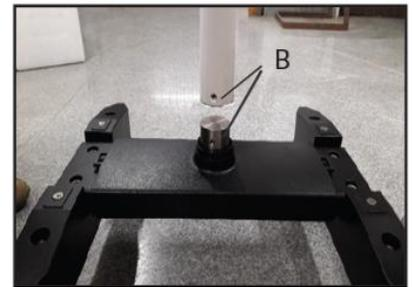
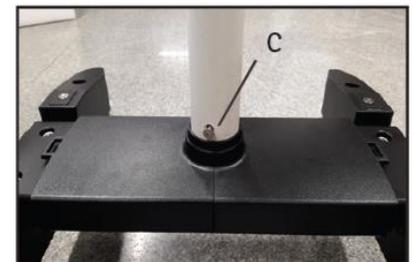

Abb. 35
Abb. 36
1. Öffnen Sie die Mikroskopbox. Nehmen Sie die Säule aus der Box. Setzen Sie diese Säule auf die Welle. Siehe B in Abb. 35.
1a. Richten Sie die Löcher der Säule mit den Gewindelöchern der Welle aus (siehe B Abb. 35) und ziehen Sie drei Inbusschrauben von den Seiten her fest, wie in Abb. 36 als C dargestellt.